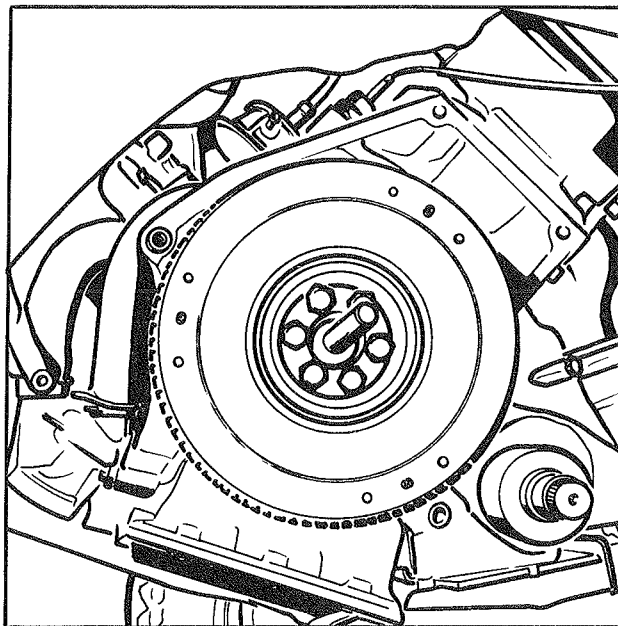

Fig. 1
- Déposer le mécanisme et le disque (fig. 1).